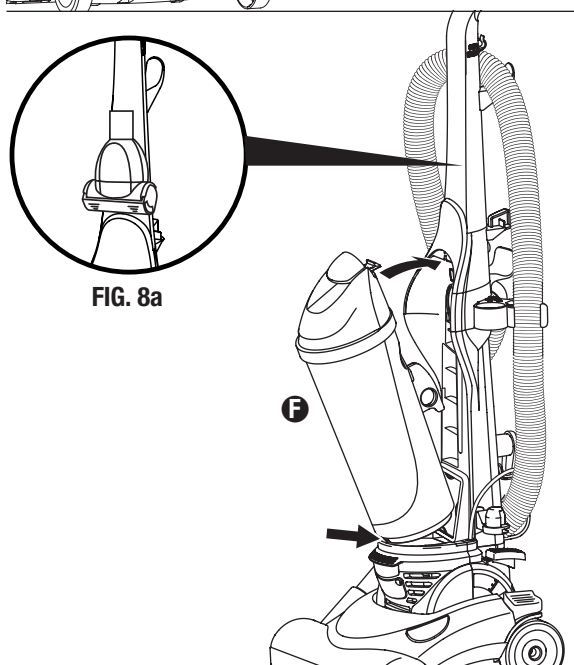

FIG. 8
Step 8: (FIG. 8) Place the bag container **F** on the vacuum by aligning the bottom groove of the bag container against the tab on cleaner base. Pivot the bag container up against cleaner and push to secure as it snaps into place.
Étape 8 : (FIG. 8) Placer le récipient à sac **F** sur l'aspirateur en alignant la gorge au fond du récipient à sac contre l'onglet de la base de l'aspirateur. Faire pivoter le récipient à sac contre l'aspirateur et le pousser afin de l'assujettir en l'enclenchant en place.
Paso 8: (FIG. 8) Coloque el recipiente de la bolsa **F** en la aspiradora, alineando la ranura inferior del recipiente con la pestaña en la base de la aspiradora. Haga girar el recipiente de la bolsa hacia arriba contra la aspiradora y presiónelo para asegurarlo a medida que encaja en su lugar.